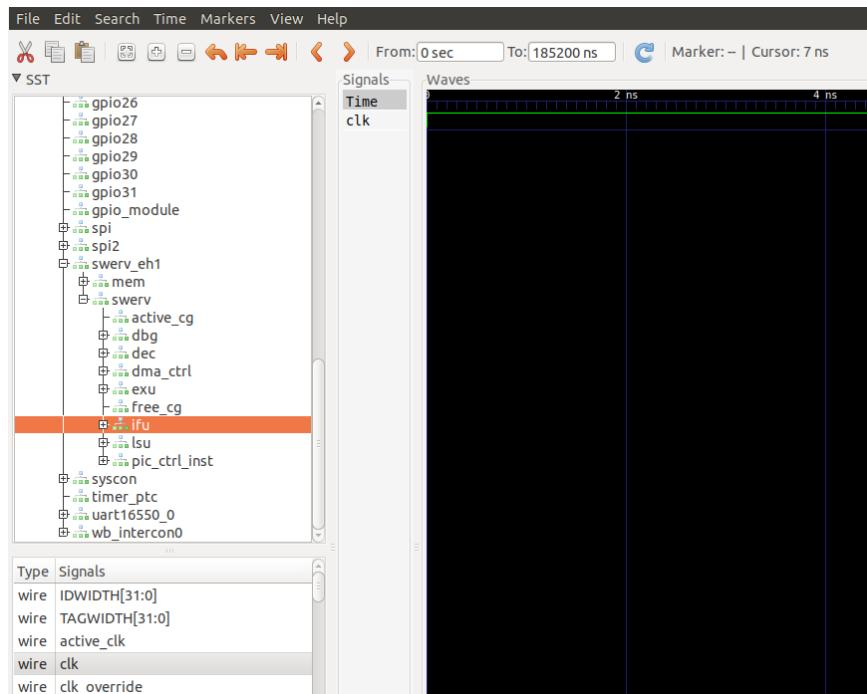

图84. 将信号 **clk** 加到图形上
8. 现在，将添加时钟、指令和寄存器信号。在GTKWave的左上方窗格中，展开SoC的层级，以便可以将信号添加到图形中。将层级展开为“TOP”（上层）→ `rvfpgasim` → `swervolf` → `swerv_eh1` → `swerv`，然后单击模块 `ifu`（如图84中突出显示部分所示），